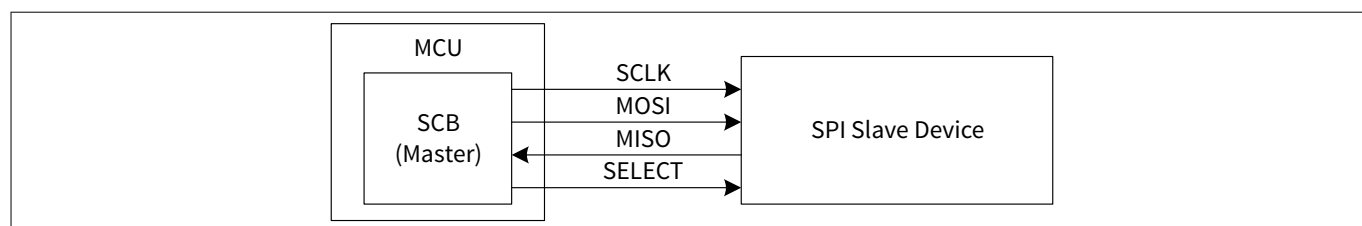

図 2 SPI (マスタモード) 接続の例
- SELECT: SCB0_SEL0 (P0.3)。図 2 は、SCB と他の SPI デバイス間の接続例を示します。